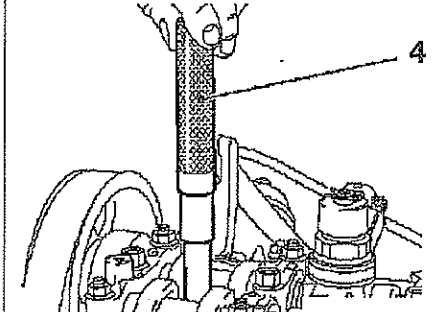
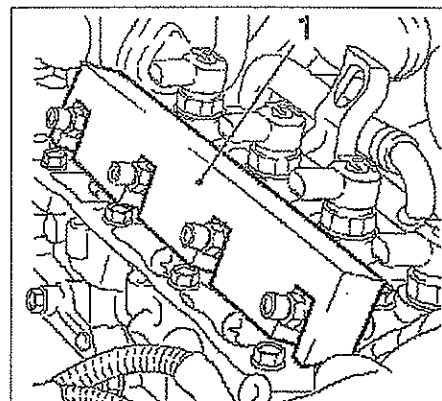

FIG. 16
FIG. 17
El casquillo antitermico (5) debe colocarse en la culata con un guía adaptado o con el útil (4) KM-6357 antes del ensamblado del inyector (fig. 16). Será igualmente necesario alinear los inyectores con el útil (4) KM-6358 (fig. 17).